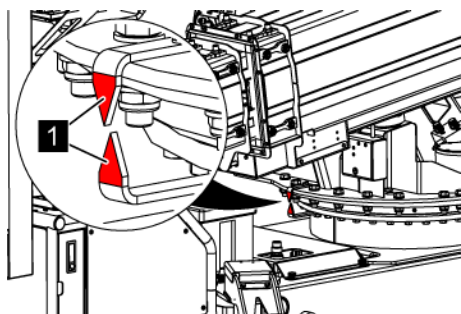

Abb. 171: Drehanzeiger
10. → Die Bühne in Richtung Transportstellung schwenken, bis die beiden Pfeile (Abb. 171/1) des Drehanzeigers fluchten.